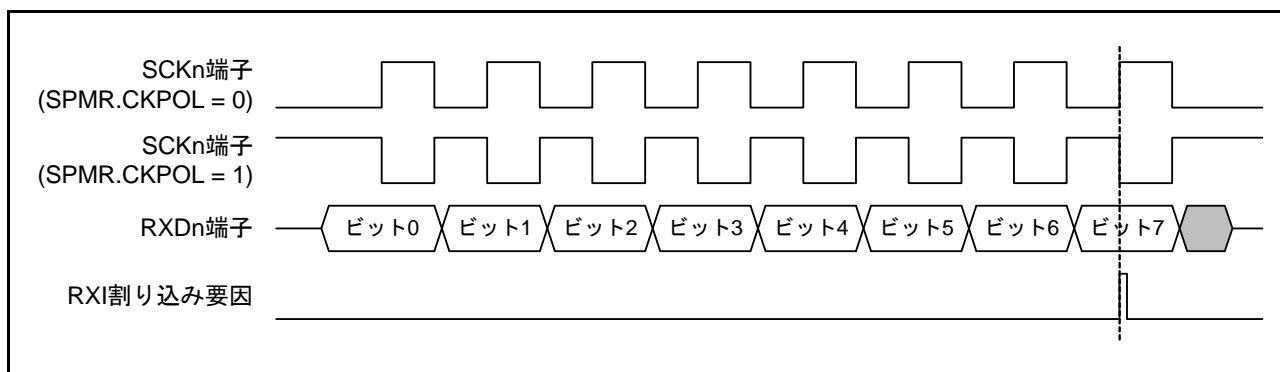

図 30.87 簡易 SPI モード (クロック遅れあり) RXI 割り込み発生タイミング
- クロック遅れあり設定 (SPMR.CKPH ビット=1) の場合、図 30.87 に示すように SCKn 端子の最終クロックエッジ手前のクロックエッジで受信データフル割り込み (RXI) が発生します。このとき、SCR レジスタの TE、RE ビットを SCKn 端子の最終クロックエッジより前に“0”に設定すると SCKn 端子出力がハイインピーダンスとなり、最終送受信クロックのクロックパルス幅が短くなります。また、RXI 割り込み後、SCKn 端子の最終クロックエッジより前に接続先スレーブに対する SSn# 端子入力信号を High にするとスレーブが誤動作する可能性があります。